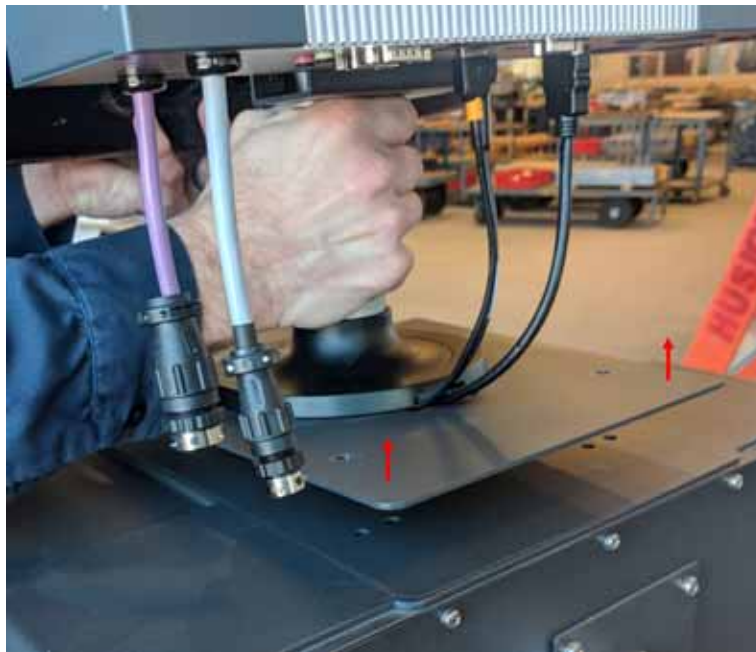

Figura 15-22 Rimuovere l'Interfaccia operatore
5. Tenere saldamente l'interfaccia operatore sull'asta di montaggio argentata e sollevare con attenzione l'unità dalla parte superiore del mainframe. Consultare la Figura 15-22.